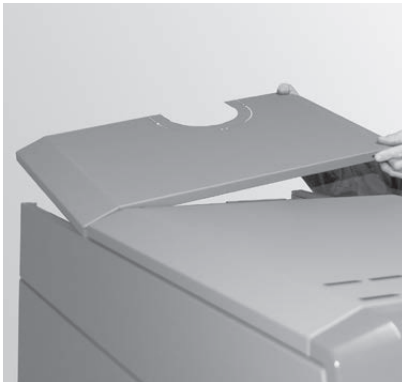

Fig. 84 Retirer la jaquette arrière de la chaudière
- ▶ Retirer la jaquette arrière de la chaudière (Fig. 84), desserrer les 2 vis au niveau de la jaquette avant (Fig. 85) et retirer la jaquette par l'arrière – Fig. 86.